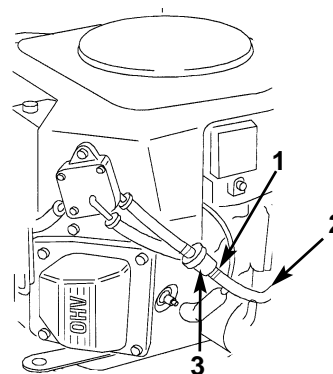

Fig. 28
4. Stringete insieme le estremità della fascetta per tubi e fatela scorrere verso l'alto sul tubo di alimentazione verso il serbatoio carburante (Fig. 28).
5. Togliete con uno strappo il tubo di alimentazione dal filtro (Fig. 28) e lasciate che la benzina scoli in una tanica o una bacinella di raccolta.
6. Togliete il tubo del carburante dal filtro (Fig. 28). Aprite la valvola di arresto del carburante e lasciate che la benzina scoli in una tanica approvata.